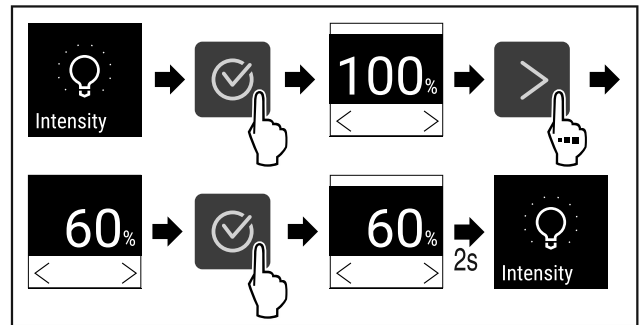

Fig. 68
- ▶ Végezze el a gyakorlati lépéseket (lásd Fig. 68) .